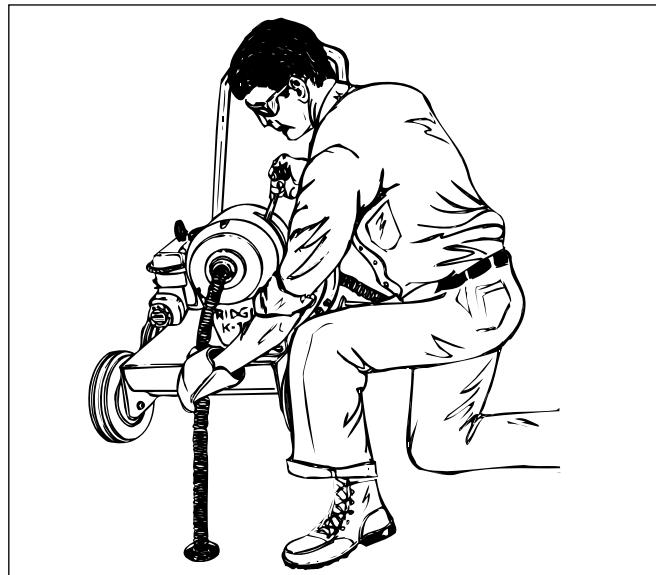

Figura 5 – Funcionamiento de la limpiadora de desagües
2. Para comenzar a trabajar a través de una trampilla en "P", empuje el cable a mano tanto como pueda. (*Figura 5*)